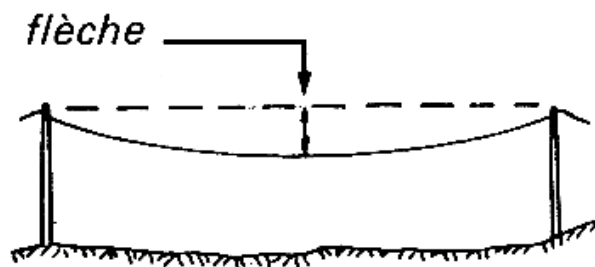

Figure 2.5 - Flèche
g) **Flèche** : (voir figure 2.5)